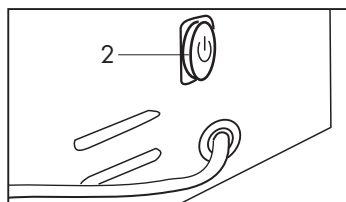

Fig. 4
- Accendere la macchina azionando l'interruttore principale (2). **(Fig. 4)**